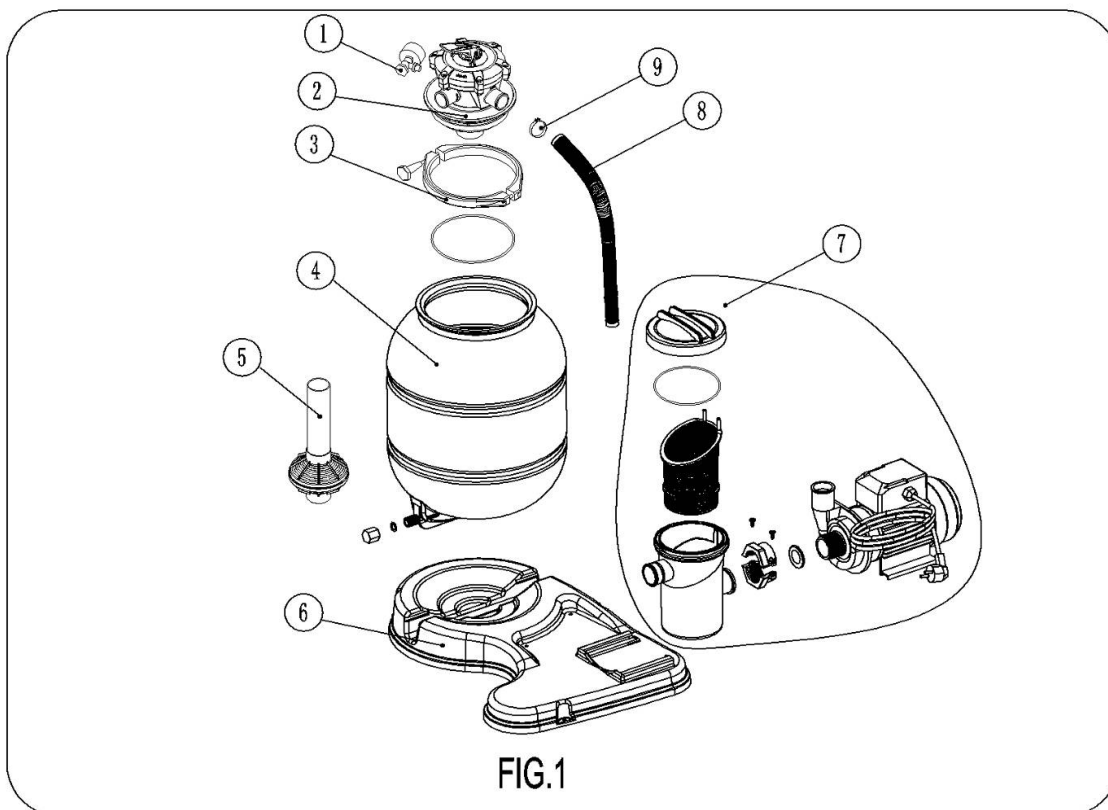

FIG.1
- Connecter l'extrémité du tuyau de 750 mm à la sortie de la pompe (OUT) à l'aide d'une bride. Puis l'autre bout au tenon de la vanne de sélection portant le nom gravé (PUMP), **Fig. 1**